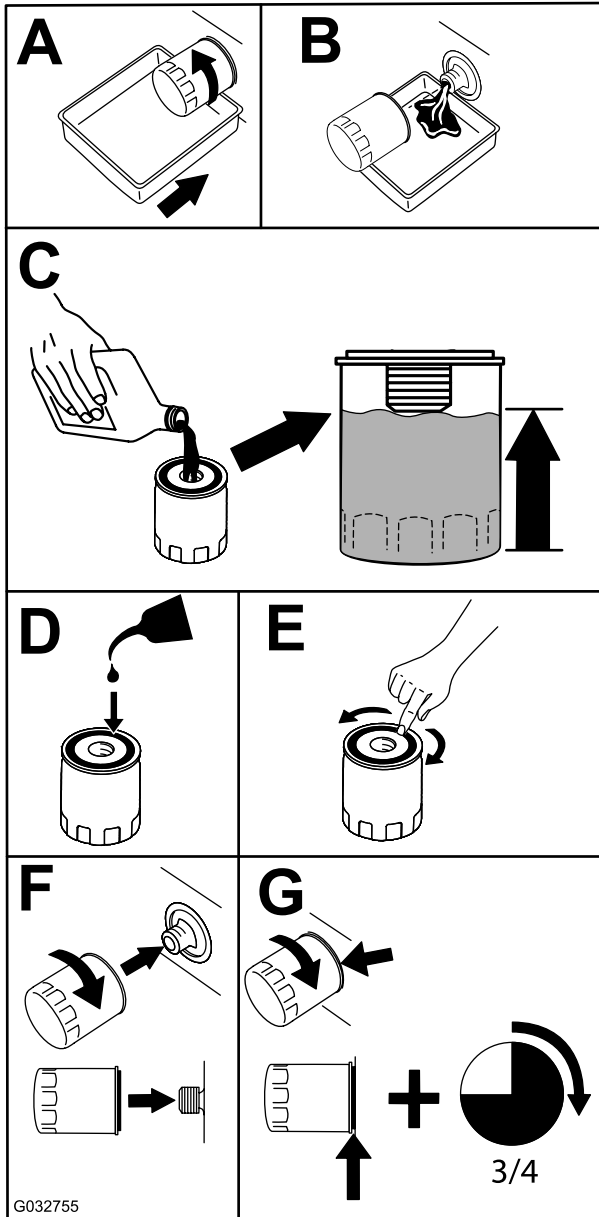

Bild 42
- Wechseln Sie den Motorölfiler (Bild 42).